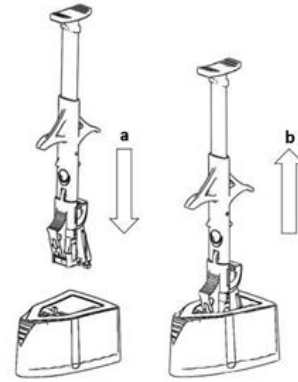

Fig 2.
4. Alinhe as setas na tampa vermelha do injetor e no recipiente da LIO para o posicionamento correto. Insira o injetor com um movimento firme para baixo, como mostrado na Fig. 2 / a, até ouvir um clique. Puxe o injetor como mostrado na Fig. 2 / b e verifique se o suporte da lente está carregado no injetor.